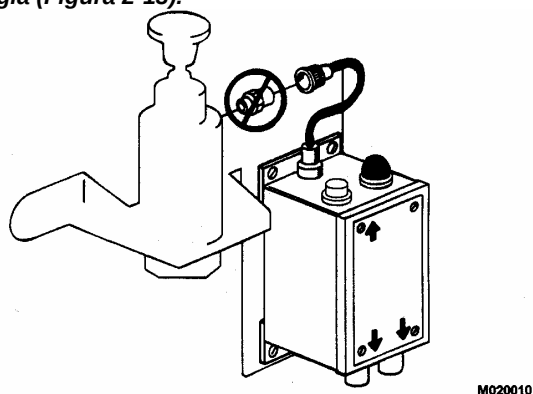

FIGURA 2-13. NO CONECTE EL DETONADOR
**No instale en este momento el detonador al conductor de energía (Figura 2-13).**